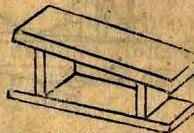

Рис. 295.
- 1) козелки под шасси (рис. 295);